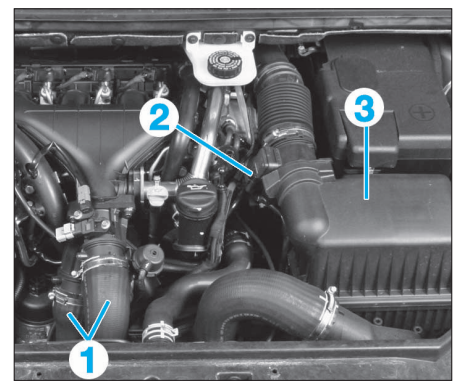

FIG. 14
- les conduits (1) (Fig.14)
- le connecteur (2)
- le boîtier de filtre à air (3).